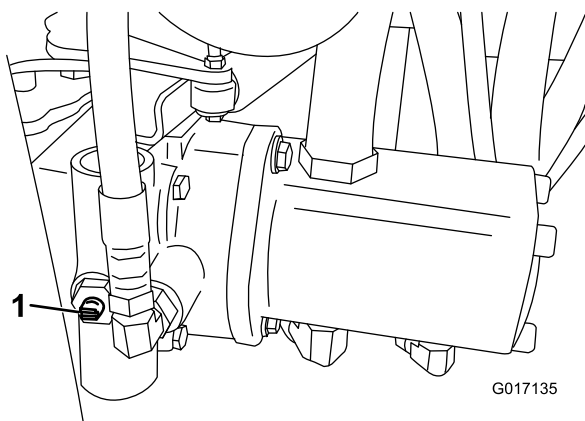

Figure 32
1. Localisez la vanne de dérivation sur la pompe et tournez-la jusqu'à ce que la fente soit verticale (Figure 32).
2. Avant de mettre le moteur en marche, fermez la vanne de dérivation (fente horizontale) (Figure 32). Ne mettez pas le moteur en marche quand la vanne est ouverte.